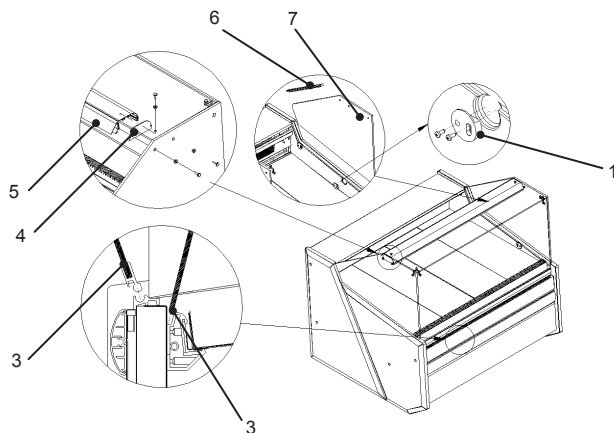

Abb. 4. Montage von Glaselementen und Alu-Leuchte
- Vorderscheibe der Vitrine einbauen Abb.4/5 (S.24)